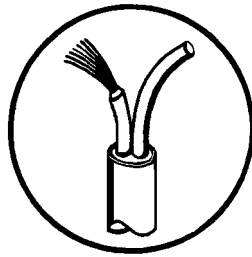

Fig. 5
5. Remove a half-inch of the insulation from the end of the wires. Do not cut any of the small wires (Fig. 5).
5. Quite una media pulgada de aislamiento del fin del alambre. No corte ninguno de los alambres finos (Fig. 5).